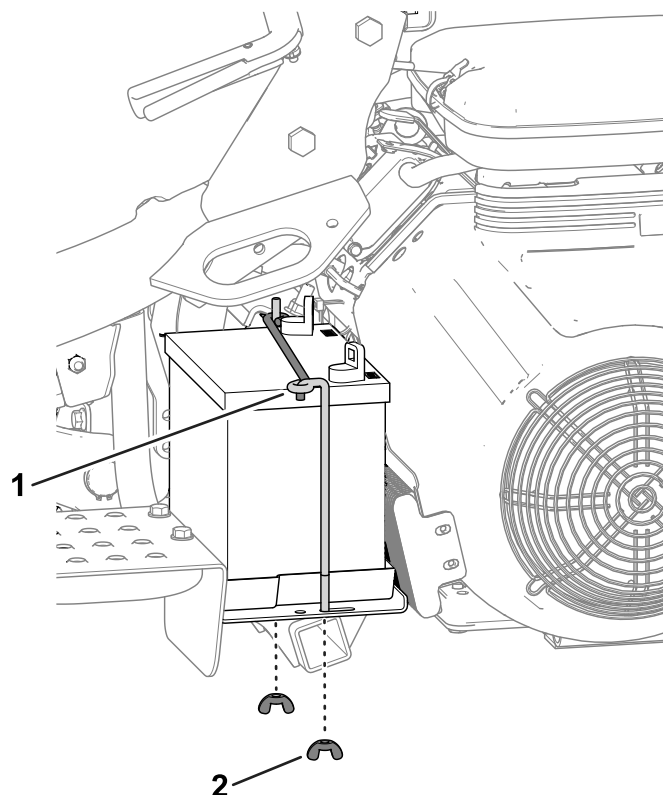

Figura 44
2. Retire las tuercas de orejeta y las varillas que sujetan la batería a la plataforma (Figura 44) y retire la batería.
5. Coloque la batería en la bandeja y sujétela con las varillas y las fijaciones que retiró anteriormente (Figura 44).